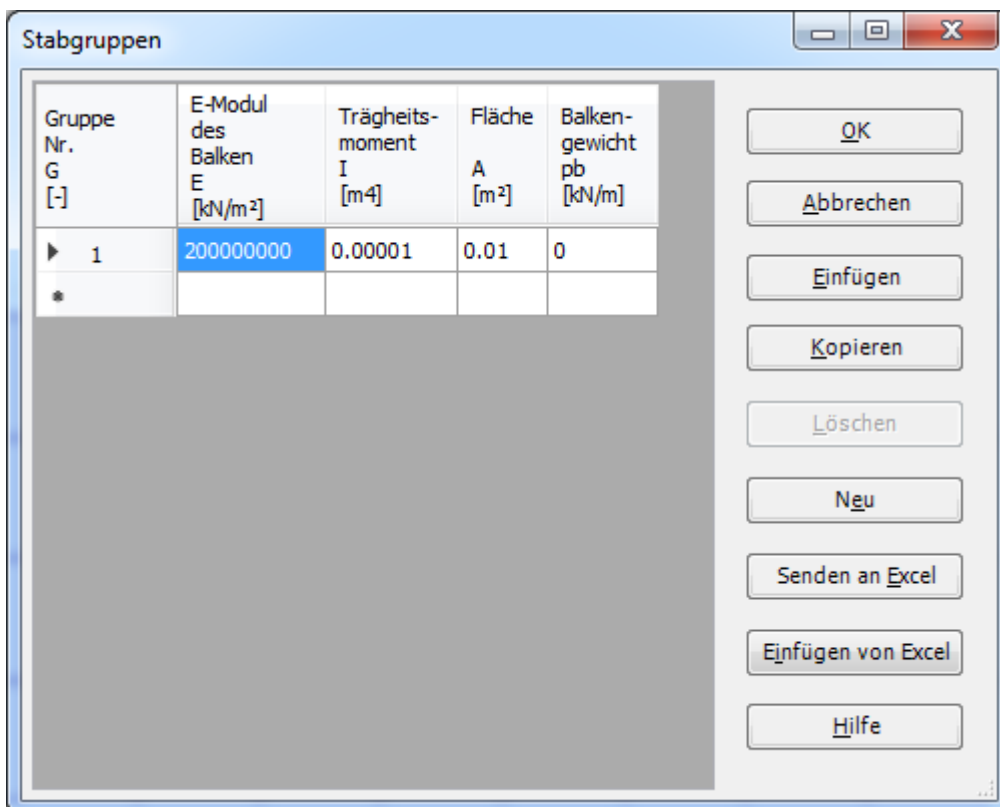

Bild 6.13 Listenfeld "Beschreibung der Stabgruppen"
Danach erscheint das folgende Listenfeld im Bild 6.13.
- Geben Sie die Materialeigenschaften des Fachwerks, Trägheitsmoment, Fläche und das Fachwerkgewicht ein, wie im Bild 6.13 gezeigt. Dies geschieht durch Eingabe des Wertes in der entsprechenden Zelle und Drücken von "Eingabe"